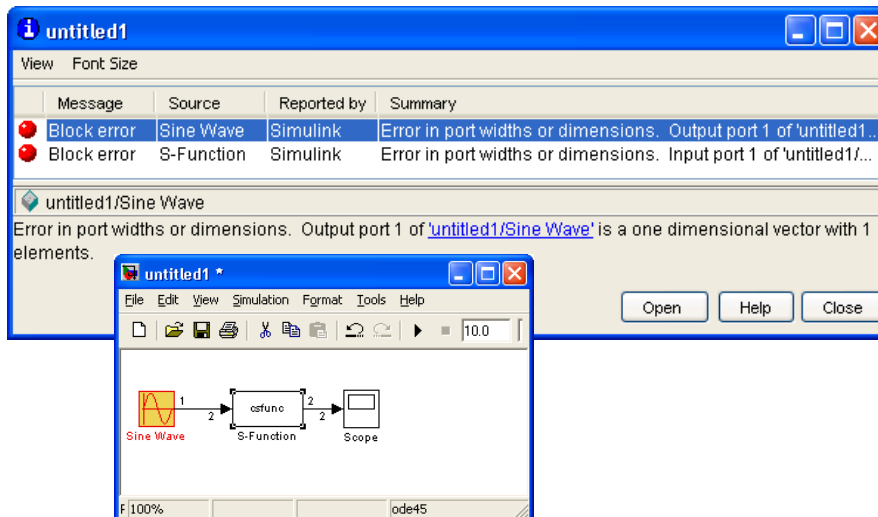

Fig. 17. Error debido a las dimensiones
**Debugger:** Simulink también tiene su propio *debugger*. Se abre al clicar en el icono . Si hubiéramos ejecutado el *debugger* antes de simular el modelo de la Fig. 17, ya hubiéramos visto que había un conflicto con las dimensiones: